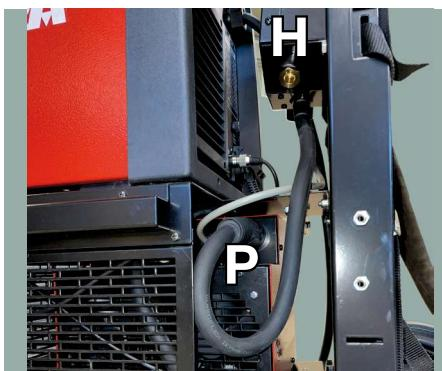
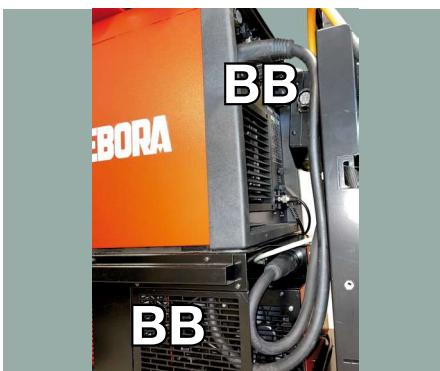

Fig. 27
Fig. 28
Nel caso sia presente il Kit SRS art.443, collegare il cavo di potenza (P) al Kit SRS come in fig.27, collegare inoltre il cavo di potenza (BB) del Kit SRS alla presa + del generatore come da fig.28.
If the SRS Kit art.443 is present, connect the power cable (P) to the SRS Kit as in fig.27, also connect the power cable (BB) of the SRS Kit to the + power source socket as shown in fig.28 .
Si está presente el Kit SRS art.443, conecte el cable de alimentación (P) al Kit SRS como en la fig.27, conecte también el cable de alimentación (BB) del Kit SRS a la toma + del generador como se muestra en la fig. 28.